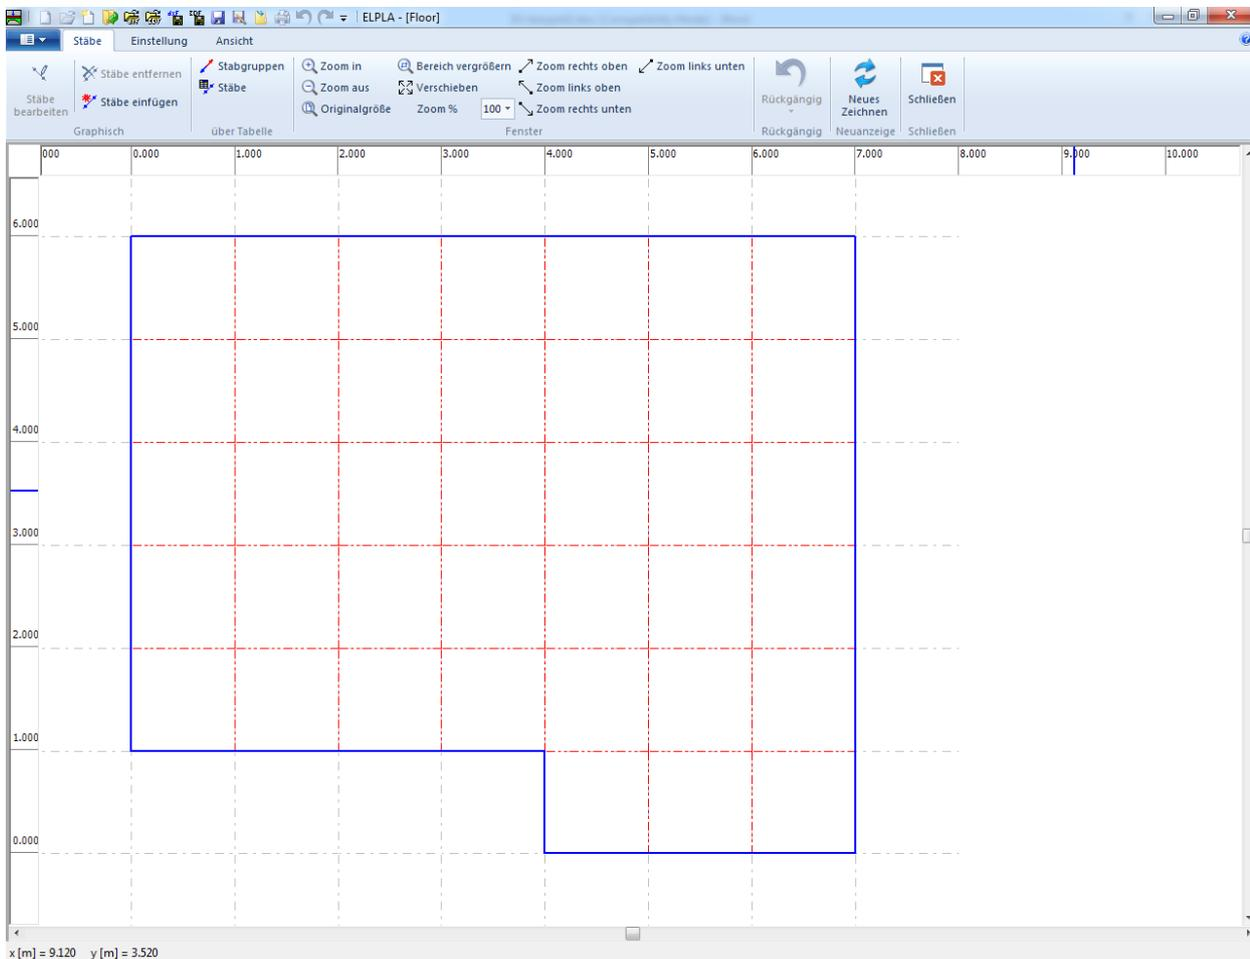
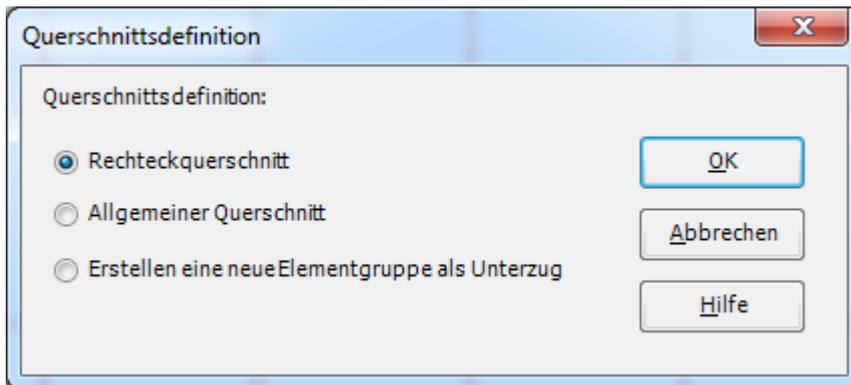

Bild 2.13 "Stäbe" Fenster
Bild 2.14 Optionsfeld "Querschnittsdefinition"
- Wählen Sie "Stäbe" aus der Registerkarte "Daten". Damit erscheint das folgende Menü im Bild 2.13
- Wählen Sie im Fenster von Bild 2.13 den Befehl "Beschreibung der Stabgruppen" aus dem Menü "über Tabelle". Das folgende Optionsfeld im Bild 2.14 erscheint
- Wählen Sie den Befehl "Stäbe einfügen" aus dem Menü "graphisch" im Bild 2.13. Wenn der Befehl "Stäbe einfügen" gewählt wird, ändert sich der Cursor von einem Pfeil zu einem Kreuz